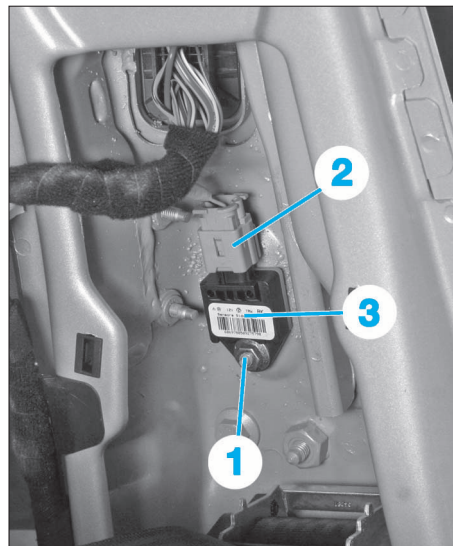

FIG. 25
- Déposer l'écrou (1) (Fig.25).